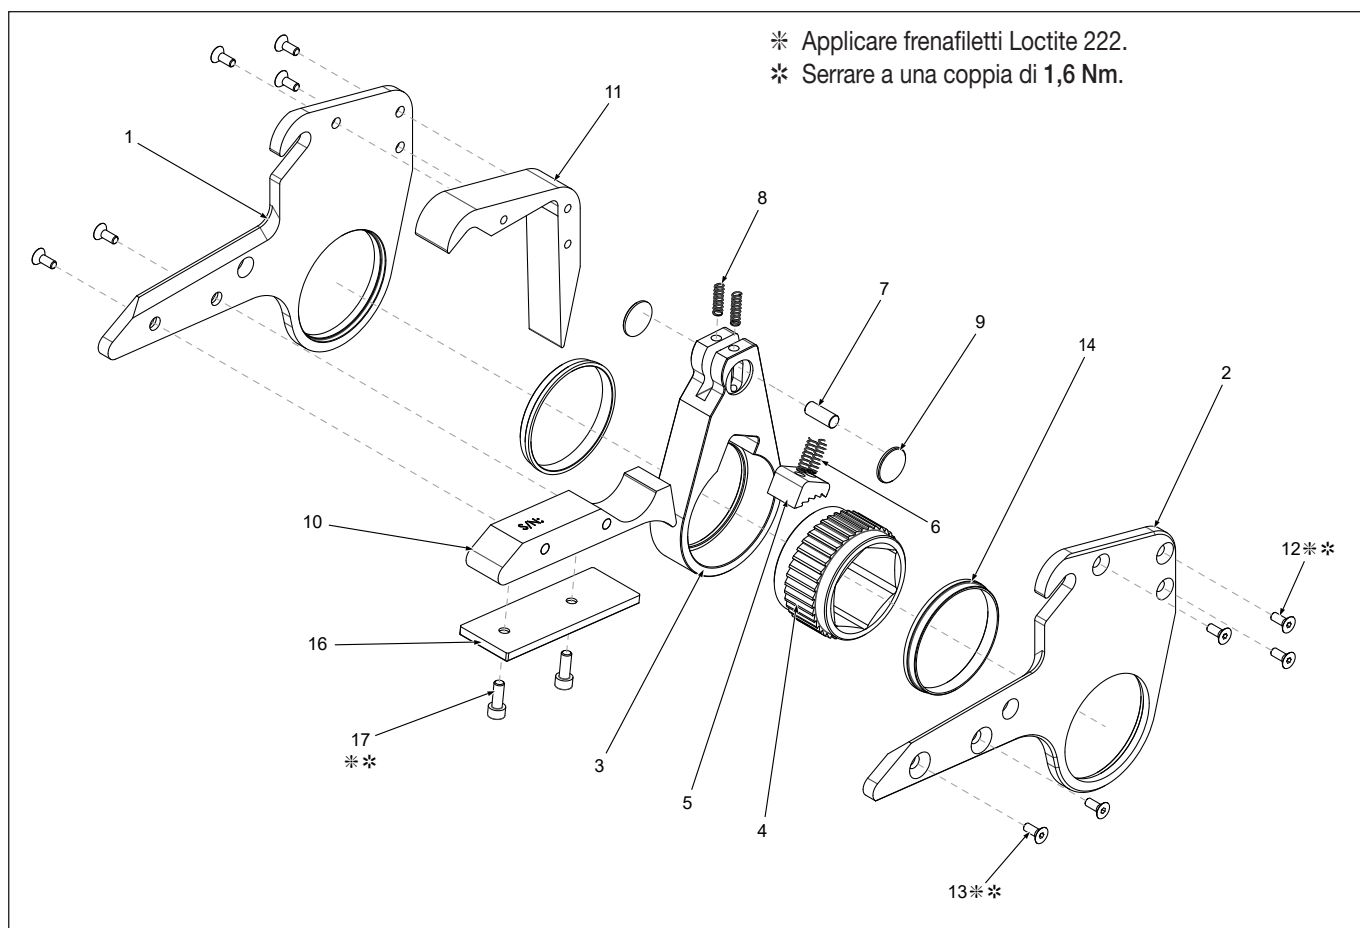

Figura 20: Esploso di HMT con portainseri HLP
- Con il portainseriti HLP appoggiato su un lato, rimuovere le tre viti del distanziale anteriore (12) e le due viti del blocco di reazione (13), quindi quella della piastra laterale del portainseriti HLP (1 o 2).
- Separare la bussola del cricchetto (14). Il gruppo leva di azionamento può essere rimosso liberamente dal portainseriti. Rimuovere con attenzione le due molle di compressione (8) dalla leva di azionamento e metterle da parte.
- Smontare cricchetto (4), dente di arresto (5) e relative molle (6).
- Disinnestare i due fermi della spina di azionamento (9) e sfilare la spina di azionamento (7) dalla leva di azionamento (3).
- Sulla piastra rimanente rimuovere le tre viti del distanziale anteriore (12) e due viti del blocco di reazione (13), separare il distanziale anteriore (11) e il blocco di reazione (10) dalla piastra laterale del portainseriti HLP rimanente (1 o 2).
- Smontare il blocco di reazione rimuovendo le due viti a brugola (17) e rimuovere la piastra di usura (16) dal distanziale del blocco di reazione (10).
- Asciugare tutti i componenti. Applicare uno strato sottile di grasso al bisolfuro di molibdeno sulle aree indicate nella figura 20.